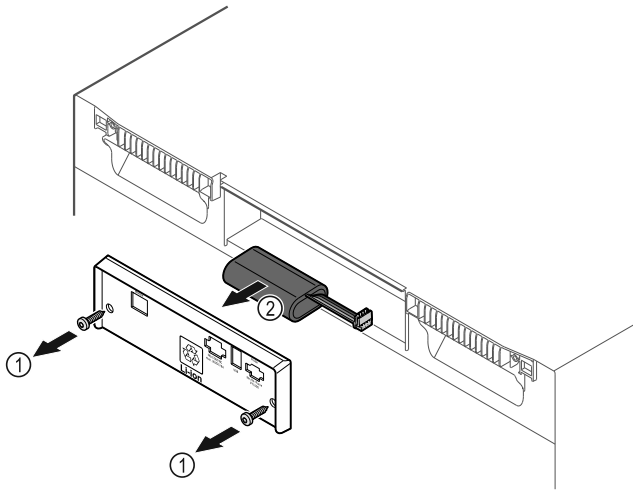

Fig. 153
► Vyšroubujte šrouby a odstraňte kryt na zadní straně spotřebiče Fig. 153 (1).
► Odpojte a vyjměte baterii Fig. 153 (2).